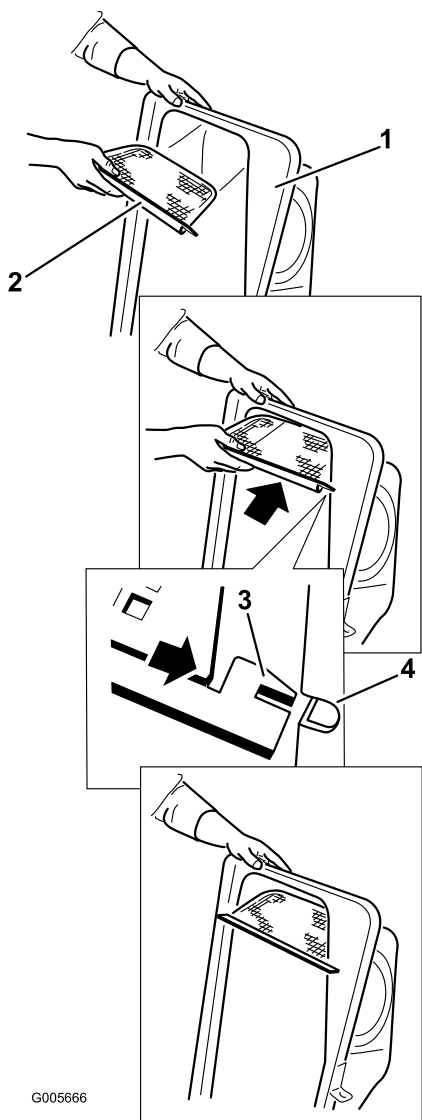

Figure 20
2. Montez le filtre comme montré à la Figure 20 de sorte qu'il soit incliné dans la direction des bacs de ramassage.